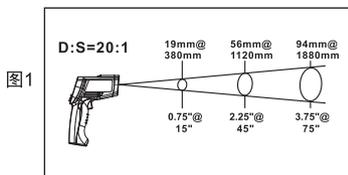

图1
1. 使用本机测量温度时,要注意考虑距离与测量区域大小之间的比率(简称物距比)。当本机与被测物体的距离增大时,测量区域也会相应增大。(本机物距比为20:1,见图1),***本机配有定位激光用于瞄准被测物体表面。